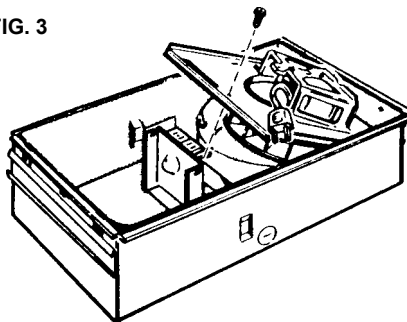

FIG. 4
6. Refer to the wiring diagram of you unit on the next page. Remove appropriate knockout(s) by inserting a screwdriver blade into slot(s) and bending it back and forth to break tabs. (FIG. 4)
6. Refiérase al diagrama de conexiones de la unidad en la página siguiente. Saque los discos removibles apropiados introduciendo la punta del destornillador en las ranuras y moviendo éste de un lado a otro hasta romper las lengüetas. (FIG. 4)